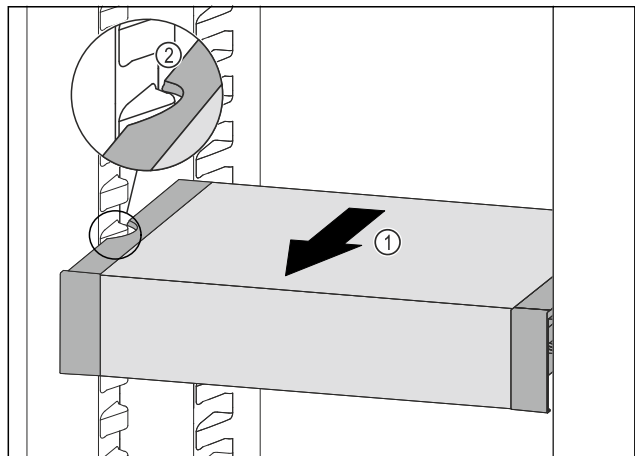

Fig. 108
- ▶ Вытягивайте VarioSafe вперед *Fig. 108 (1)*, пока боковые выемки VarioSafe не окажутся на высоте выступа резервуара в холодильном отделении. *Fig. 108 (2)*